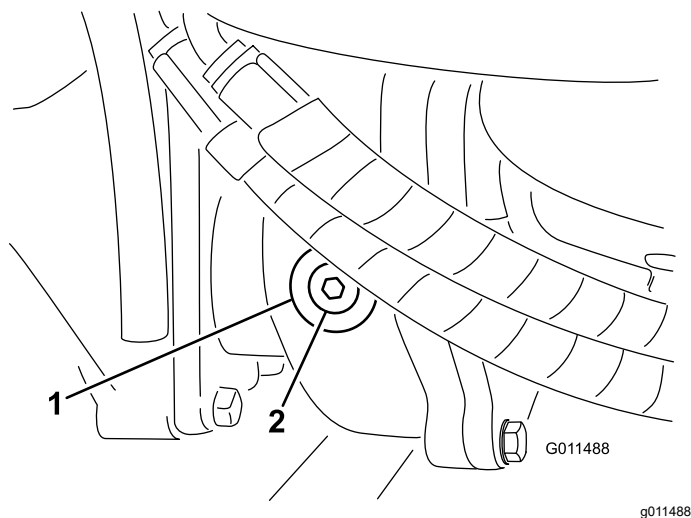

Figura 81
2. Îndepărtați buonul de verificare/umplere din partea stângă a cutiei de viteze i asigurați-vă că nivelul de lubrifiant este până în partea inferioară a orificiului (Figura 81).